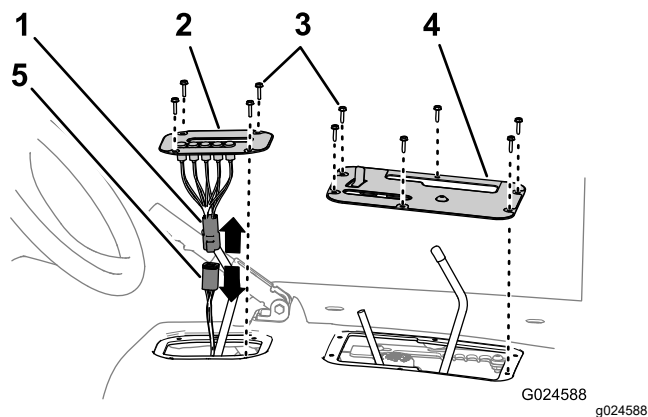

Figura 5
2. Remova os quatro parafusos de cabeça sextavada que prendem a cobertura do indicador de mudança ao resguardo do banco (Figura 5).
3. Eleve o indicador de mudança, desligue o conector do indicador do conector da cablagem da máquina e retire a cobertura do indicador da máquina (Figura 5).
4. Remova os seis parafusos de cabeça sextavada que prendem a cobertura do controle ao resguardo do banco e retire a cobertura (Figura 5).